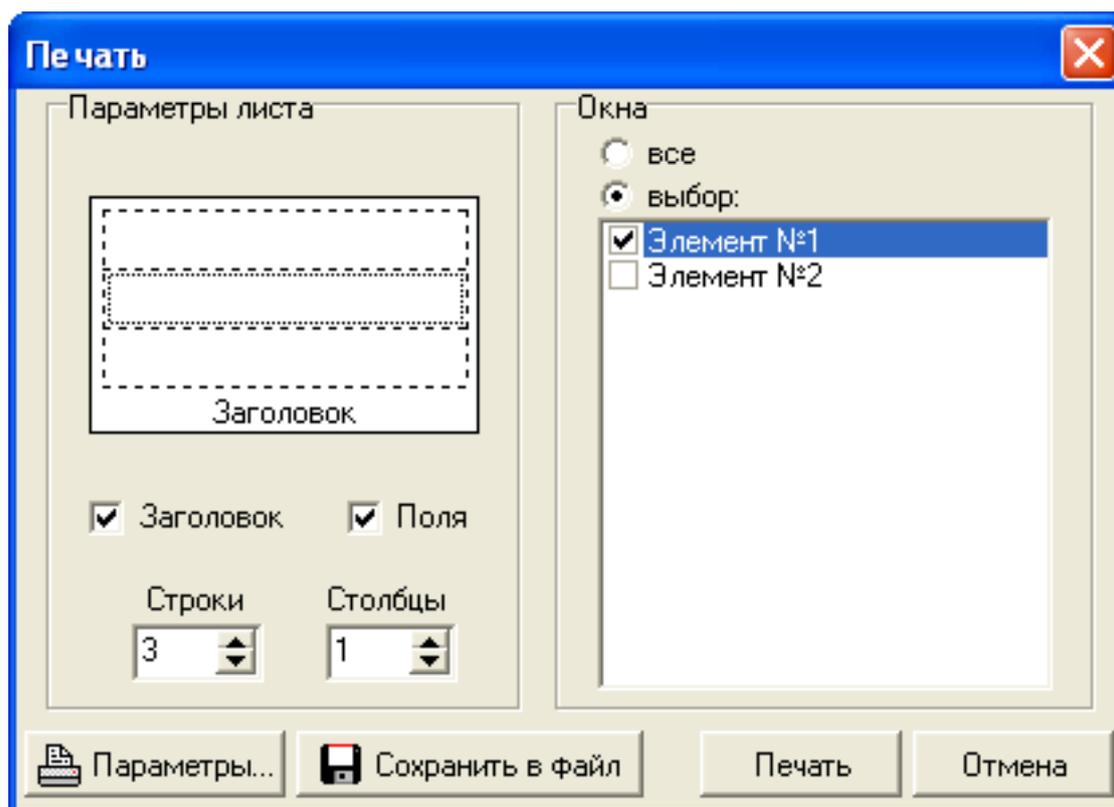

Рис. 35. Окно «Печать».
- для печати одного или нескольких элементов (см. рис. 35), необходимо выбрать пункт **«Выбор»** нажатием левой клавиши мыши, при этом активизируются пункты **«Окна»**, **«Строки»** и **«Столбцы»**. Оставить галочки у тех элементов, которые Вы хотите распечатать. Выбрать то количество **«Строк»** и **«Столбцов»**, насколько Вы хотите разбить лист печати. В **«Параметрах листа»**, на общем виде листа, левой клавишей мыши выбрать ту область печати (она выделится), в которой Вы хотите напечатать график. Для снятия выделения области для печати, необходимо нажать левую клавишу мыши еще раз.